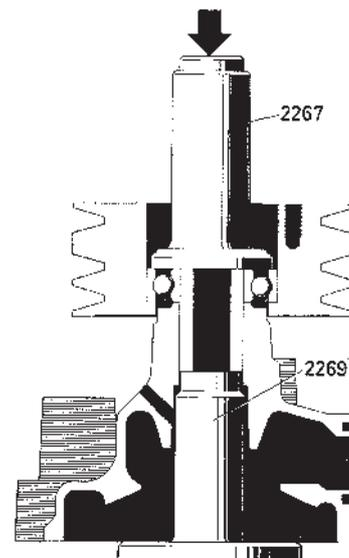

Fig. 166. Montage de la poulie et du roulement arrière
- Placer le gabarit de fixation 2269 à la place de la roue à aubes (figure 166). Presser la poulie et le roulement à l'aide du mandrin 2267.